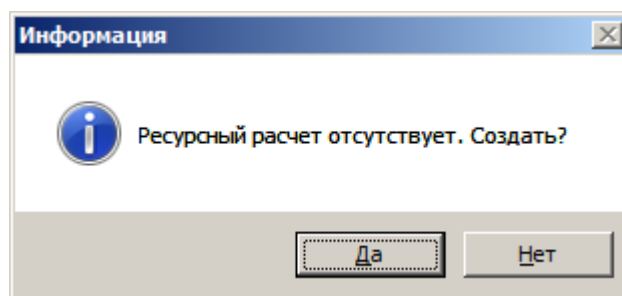

Рис. 1. Диалоговое окно
- в структурной части **Менеджера** выделите объект, затем в содержательной нажмите на кнопку  **Ресурсный расчет**. Если для данного объекта расчет не создавался, появится диалоговое окно **Ресурсный расчет отсутствует. Создать?**. Нажмите **Да** (см. рис. 1).